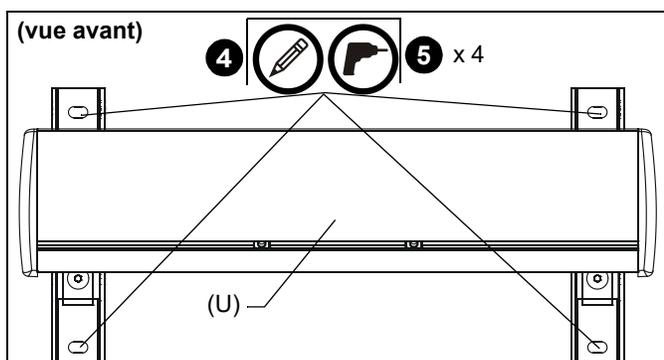

Figure 3
- Marquez quatre emplacements destinés à la fixation du support mural de montage du projecteur (U) sur les goujons. (Voir figure 3)
- Percez un avant-trou (voir la Table 1 pour la taille) à chaque emplacement marqué à l'Étape 4 (Voir figure 3) et suivez les informations relatives à la fixation et au type de mur, indiquées à la Table 1.